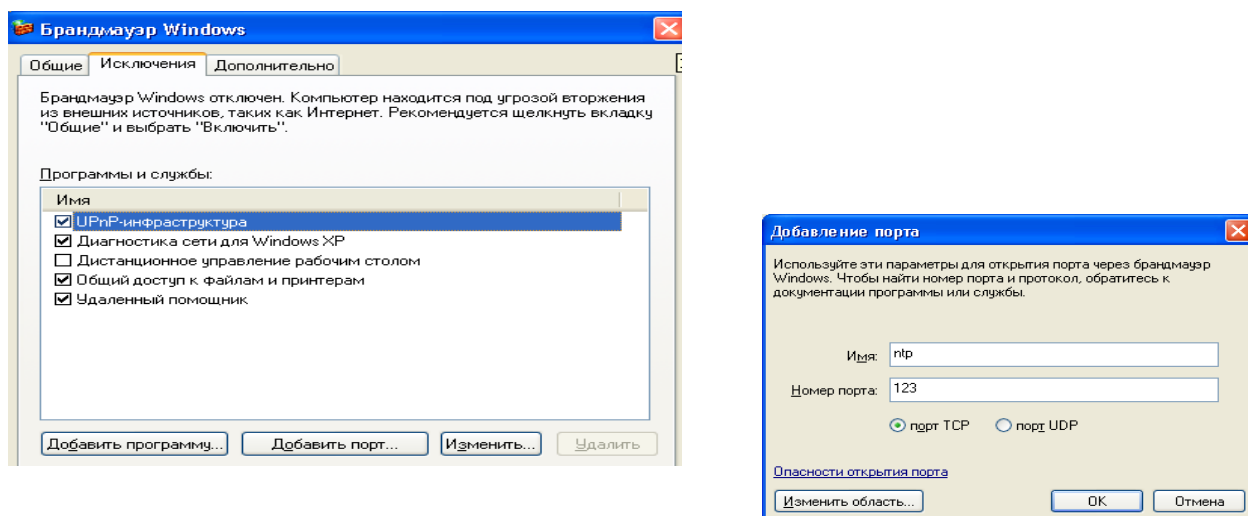

Рисунок 2.2
- выбрать вкладку «исключения» и «добавить порт» (см. рис. 2.2).